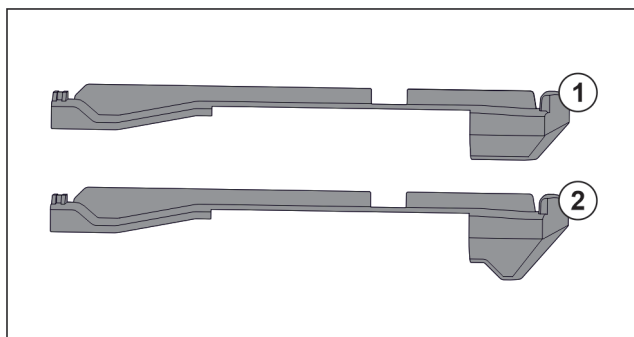

Fig. 149 Krahassimi i pjesëve kapëse
Në pajisje gjenden dy pjesë kapëse të ndryshme. Pjesa kapëse mbi sirtarin më të poshtëm Fig. 149 (2) ka një cep në formë trekëndëshi. Të gjitha pjesët e tjera kapëse Fig. 149 (1) kanë një cep të drejtë.
- Vendosni pjesën kapëse Fig. 149 (2) me cepin në formë trekëndëshi mbi sirtarin më të poshtëm.
- Vendosni pjesën kapëse Fig. 149 (1) me cepin e drejtë në të gjitha vendet e tjera.